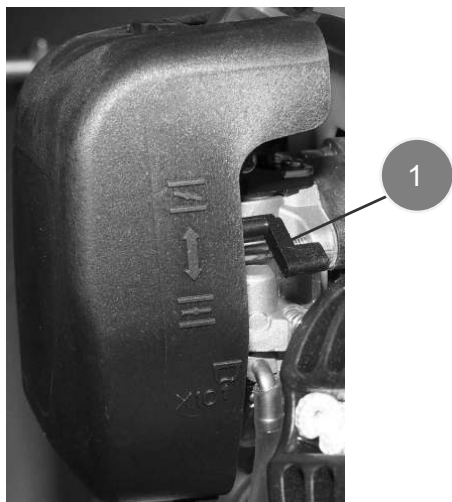
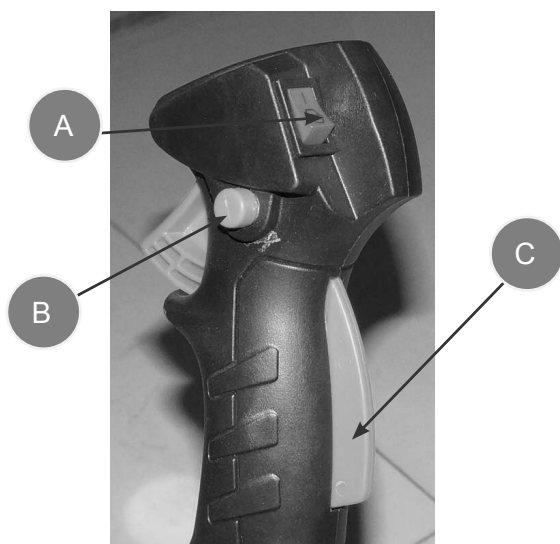

Рис.10
Рис.11
4. Закройте воздушную заслонку. Для этого рычаг заслонки 1 поднимите вверх (Рис.10).
5. Выключатель зажигания(A) установите в положение «I» Рис.11. Удерживая стопорный рычаг (C) Рис.10 нажмите на курок газа. Для облегчения запуска зафиксируйте курок газа стопором (B) Рис.11.